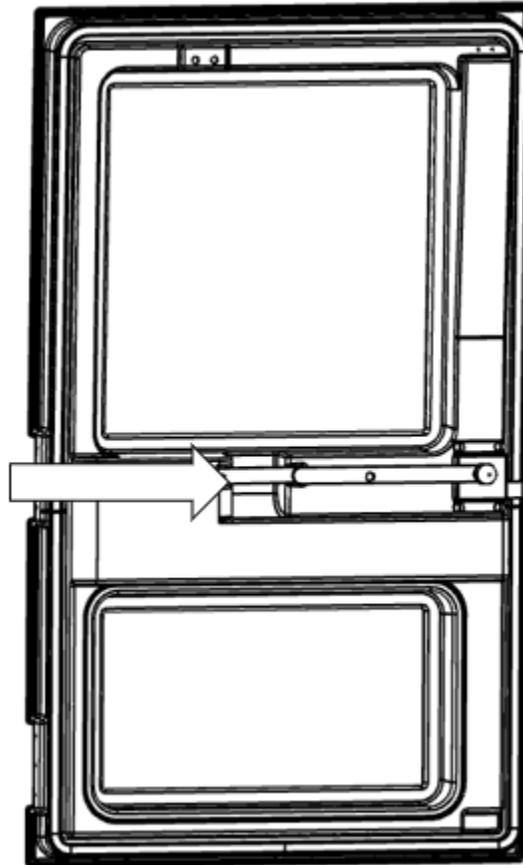

Figure 2 - Porte arrière
4. Assurez-vous que rien n'obstrue la porte et soulevez la poignée rouge (Figure 2).